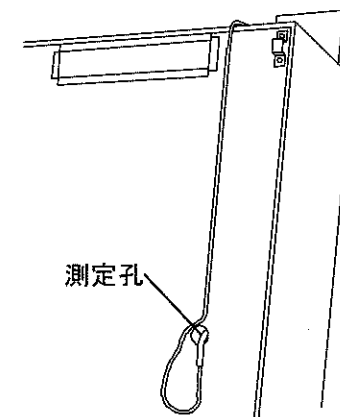
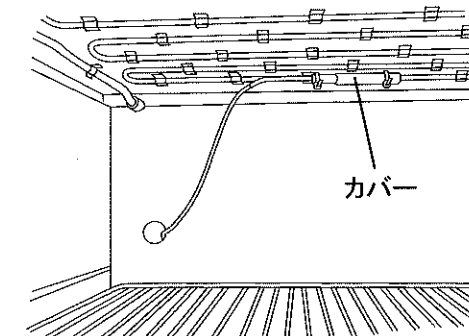

図 9
図 10
3. 自記温度記録計感温部を測定孔より庫内に通し(図 9)、自記温度記録計の感温部に付属のカバーを被せ、図 10 のように棚板の裏面に、付属のバインダ(2 個)を使用して固定してください。